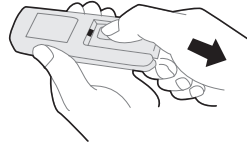

Fig.2
- Vendoseni përsëri kapakun e baterisë siç tregohet në Fig.2.